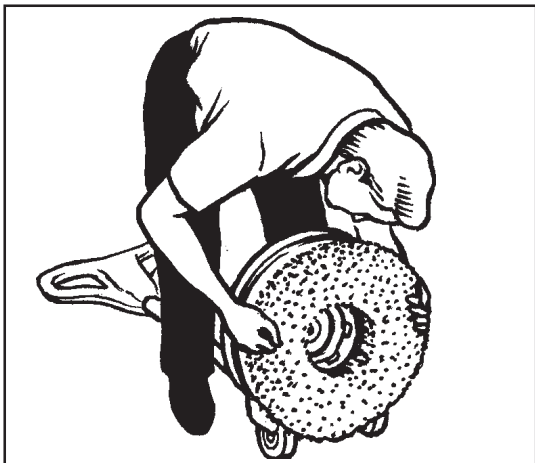

Figure 2
3. Tilt the machine backward until the handle is on the floor. See figure 2.
4. Put one foot on each side of the machine. See figure 2.
3. Vuelque la máquina hacia atrás hasta que la tobera toca el suelo. (Véase fig. 2).
4. “Cabalgando” sobre la máquina (Véase fig. 2)
3. Incliner la machine vers l'arrière jusqu'à ce que le timon touche le sol. (Voir fig.2)
4. En “chevauchant” la machine (Voir fig. 2)